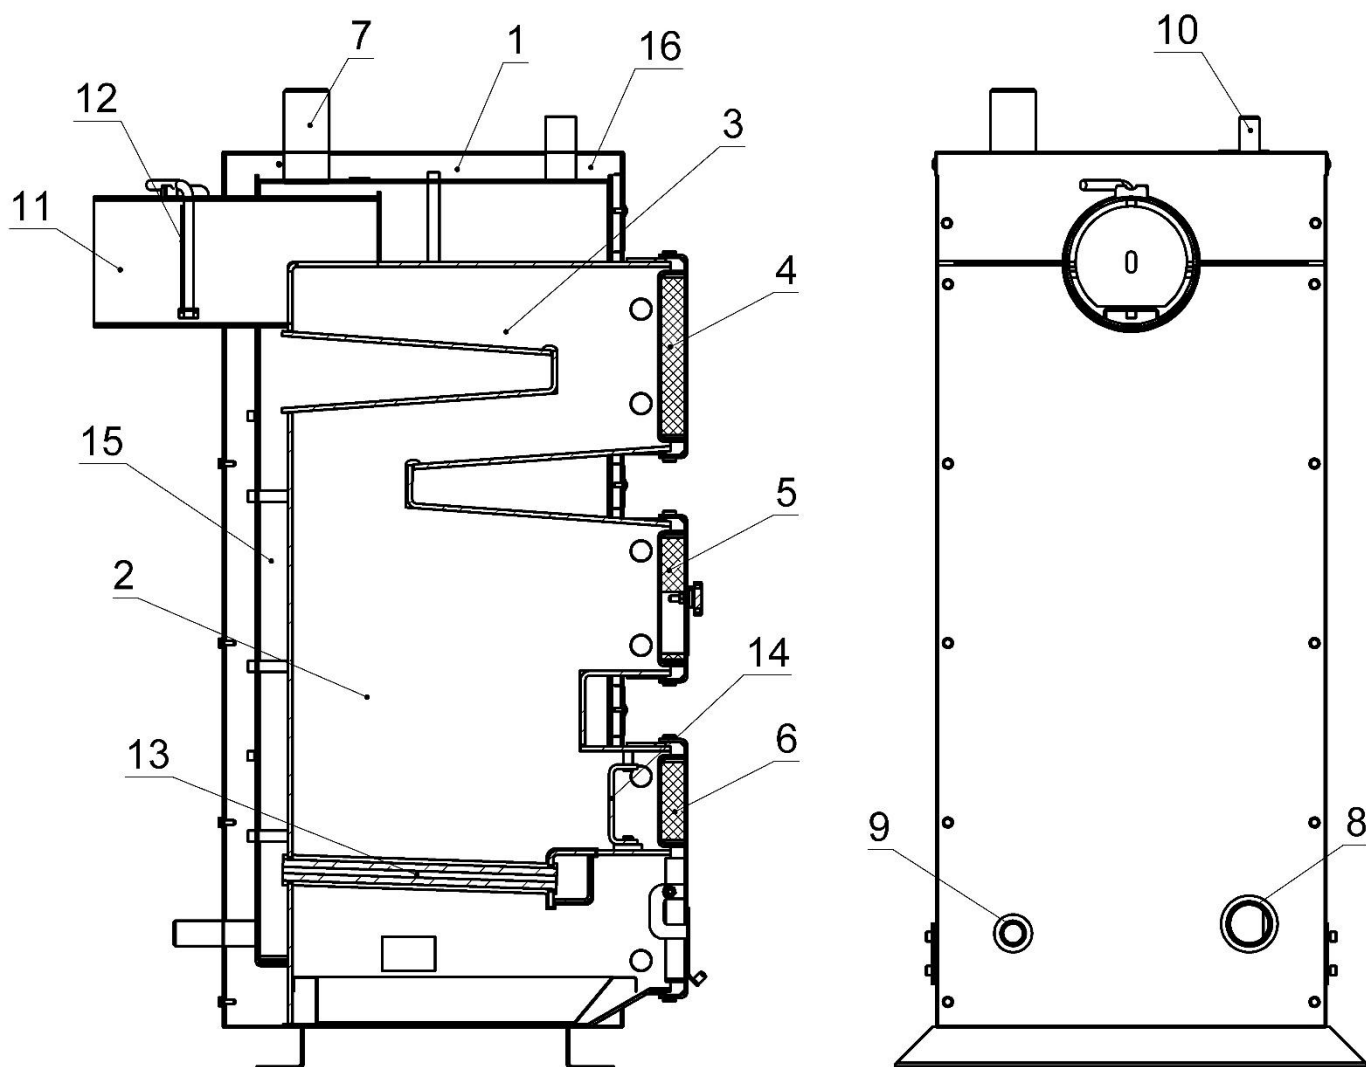

Рисунок 5.1 – Зовнішній вигляд та основні елементи котла типу КТЕ
Конструктивно котел являє собою збірно-зварену конструкцію, що складається з корпусу (поз. 1, рис. 5.1) з камерою згоряння (топкою) (поз. 2, рис. 5.1). Над топкою розташована конвекційна частина котла (поз. 3, рис. 5.1), що являє собою високоефективний двоходовий теплообмінник.
Корпус котла виконаний в формі паралелепіпеду з подвійними стінками, які розділені водними перегородками (поз. 15, рис. 5.1). На зовнішній поверхні корпусу під декоративною обшивкою закріплена теплова ізоляція. (поз. 16, рис. 5.1). Паливо для процесу спалення завантажується на колосникові ґрати (поз. 13, рис. 5.1) крізь завантажувальні дверцята (поз. 5, рис. 5.1). Колосникові ґрати виконані з товстостінних безшовних труб по яких постійно циркулює вода з водяної оболонки котла, що унеможливує їх прогорання. Згоряння палива в топці відбувається за участю повітря, яке постачається в топку наступним чином:
Підведення і відведення теплоносія здійснюється відповідно через патрубки зворотної мережної води (поз. 8, рис. 5.1) і прямої мережної води (поз. 7, рис. 5.1).
Топочні гази виходять у димохід крізь боров (поз. 11, рис. 5.1), розташований у задній частині котла. Боров обладнано вбудованим дросельним клапаном продуктів згоряння – шиббером (поз. 12, рис. 5.1). У випадку надто високої тяги у димоході шиббер дає можливість її знизити шляхом часткового перекривання вихідного отвору борова.
У верхній частині корпусу котла розташований штуцер для встановлення групи безпеки котла (поз. 10, рис. 5.1).
На бічній стінці корпусу у нижній її частині розміщено штуцер для зливу води з котла (поз. 9, рис. 5.1).
- дверцята для періодичного обслуговування (чищення) конвекційної частини котла (поз. 4, рис. 5.1);
- ревізійний дверцята (поз. 6, рис. 5.1) для періодичного чищення колосникових ґрат.
Регулятор тяги необхідно приєднати до патрубку з внутрішньою різьбою, який знаходиться у верхній частині корпусу (рис. 5.1). Різьбове з'єднання при цьому потрібно ущільнити. Регулятор повернути таким чином, щоб наконечник для закріплення шестигранного важеля (з комплекту регулятора) був направлений вправо.